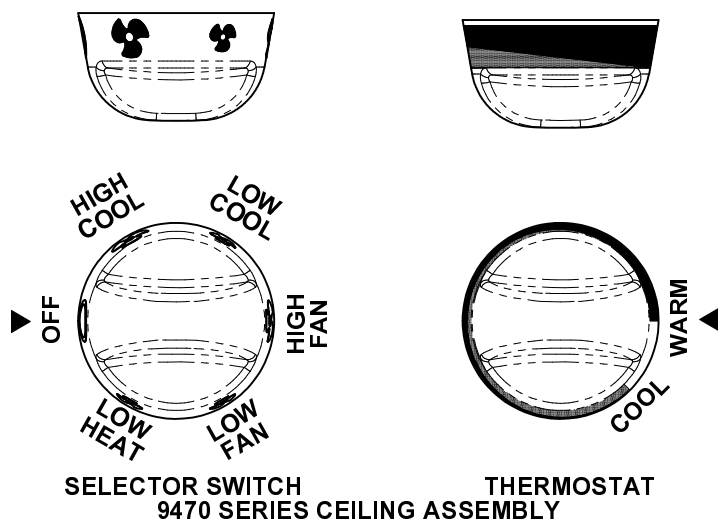

FIGURE 1
- A. The Selector Switch – The selector switch determines mode of operation. By rotating the selector switch, the operator can obtain any system function desired. Figure 1 shows selector switch and lists all available functions. 9400 ceiling assemblies will have the knobs at the bottom of the ceiling assembly (See Figure 3).
- B. The Thermostat (temperature control) – In the cooling mode, the thermostat regulates the “ON” and “OFF” temperature setting at which the compressor will operate. The thermostat also controls the “ON” and “OFF” temperature settings of the heater assembly (See Figure 1).
### **I. For Cooling (Refer to Figure 1, page 3).**
**V. For Air Circulation Only (Refer to Figure 1, page 3).**
- A. L'interrupteur de sélection : L'interrupteur de sélection détermine le mode de fonctionnement. En tournant le commutateur de sélection, l'utilisateur peut choisir la fonction souhaitée. La figure 1 montre le commutateur de sélection et énumère toutes les fonctions disponibles. Sur les modules de plafond de série 9400, les boutons sont situés au bas (voir figure 3).
- B. Le thermostat (contrôle de la température) : En mode de refroidissement, le thermostat active (ON) et désactive (OFF) le réglage de la température à laquelle le compresseur fonctionne. Le thermostat active (ON) et désactive (OFF) également le réglage de la température du module de chauffage (voir figure 1).
#### I. Pour refroidir (voir figure 1, page 3).
### V. Pour la circulation de l'air seulement (voir figure 1, page 3).